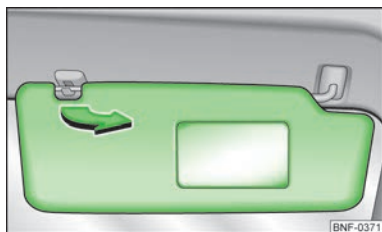

Fig. 29
- ▶ Extraer el parasol de la fijación y girar hacia la puerta en el sentido de la flecha » fig. 29.